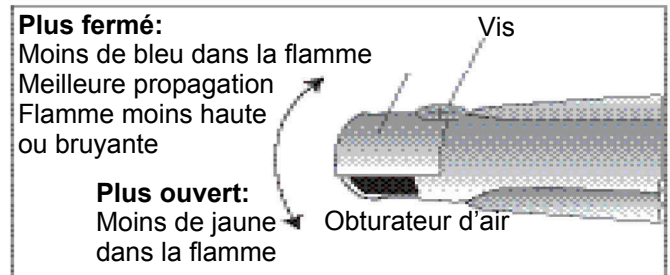

FIGURE 28: AJUSTEMENT DES OBTURATEURS D'AIR (SI NÉCESSAIRE)
Les brûleurs en forme de tube utilisés avec les appareils THERMADOR^{mc} sont munis d'obturateurs d'air semblables à ceux de la *Figure 28*. Ils peuvent être ajustés de la façon suivante (à moins que cela soit déconseillé). Vous devez enlever le brûleur de l'appareil pour ajuster les obturateurs d'air.
- Ajustez l'obturateur à une position plus fermée si la flamme est trop élevée ou bruyante, ou si elle se propage mal. Ajustez l'obturateur à une position plus ouverte si la flamme est trop jaune (*Figure 28*).